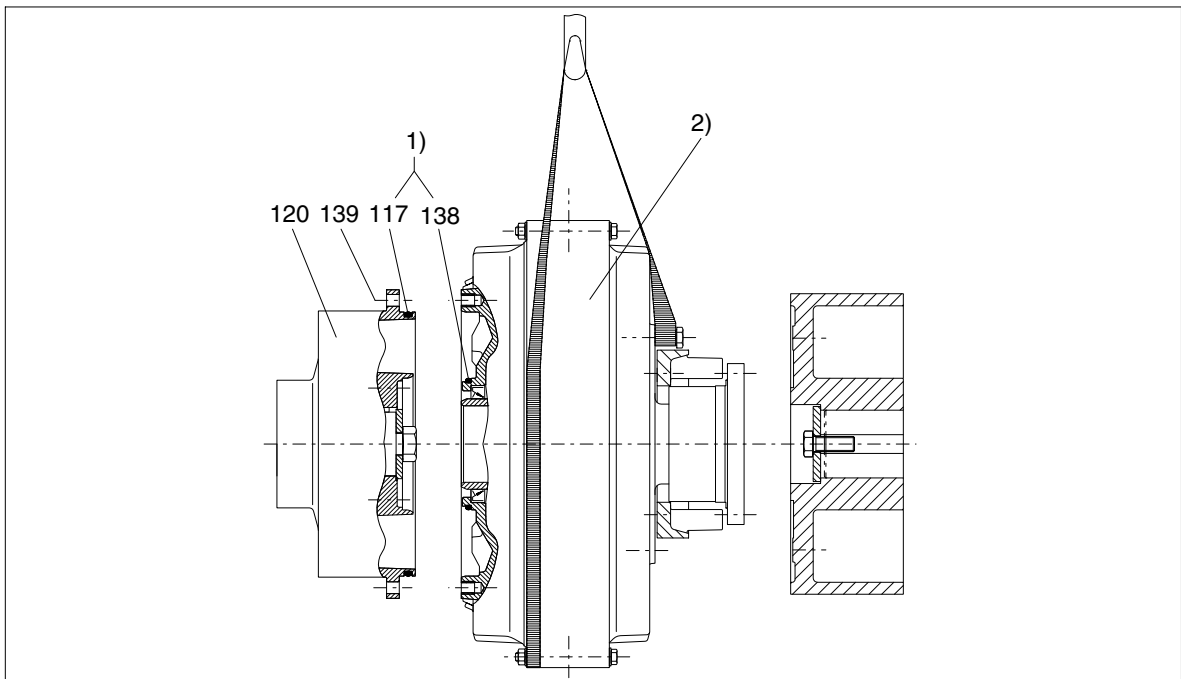

Bild 15: Ausbau der FLUDEX-Kupplung -b
Der so gewonnene axiale Freiraum reicht aus, um nach Lösen der Schrauben (139) die Hauptkupplung axial vom Nabenträger (120) zu trennen und radial auszubauen. Dabei ist zu beachten, dass die O-Ringe (117, 138) frei liegen (siehe Bild 15).